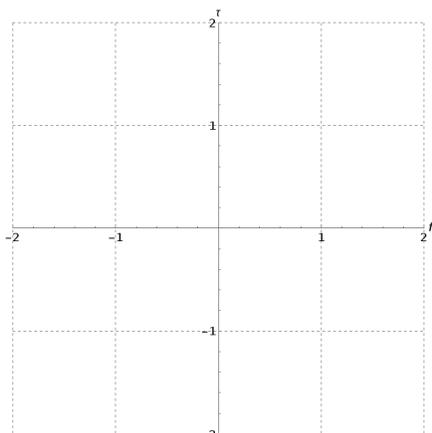

Abbildung 3: Die Dimensionen  $f_y$  und  $\tau$  des Grasp Wrench Space.
2. Zeichnen Sie in Abbildung 3 die Projektion des *Grasp Wrench Space* auf die  $(f_y, \tau)$ -Ebene für die Kontakte  $p_1$  und  $p_2$ .